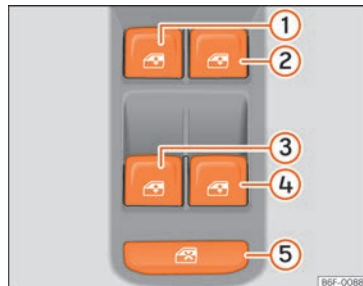

Abb. 102 Ausschnitt aus der Fahrertür: Schalter für die Fenster.
Mit dem Sicherheitsschalter »» **Abb. 102** ⑤ in der Fahrertür können die Fensterheber-Tasten in den hinteren Türen außer Funktion gesetzt werden.